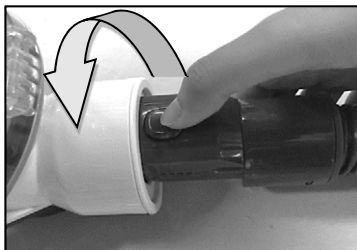

Fig 2
2. **Scoateți accesoriile furtunului:** dacă doriți să-l dezamblați, puteți roti racordul furtunului la stânga și apoi trageți-l afară.. (Fig 2)